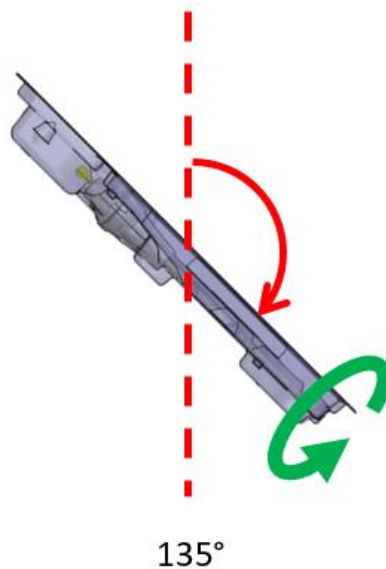

Abbildung 14: UA in 135°-Position
- e. Setzen Sie die Kippbewegung des UA in die 135°-Position fort und wiederholen Sie den im vorherigen Schritt beschriebenen Drehzyklus (*Abbildung 14*).